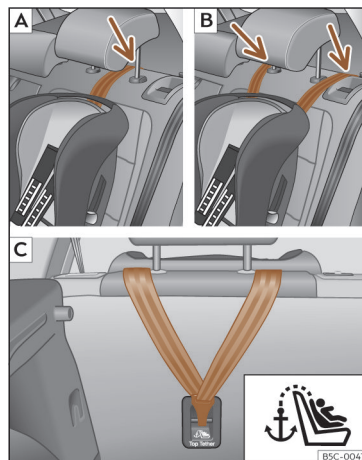
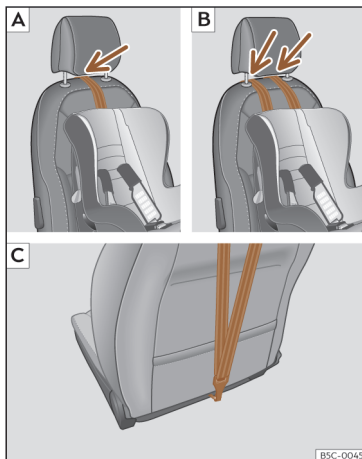

Fig. 29 Bancos traseiros: ajuste e montagem em função do cinto Top Tether.
Fig. 30 Banco dianteiro do passageiro: ajuste e montagem em função do cinto Top Tether.
pria cadeira, levante ou retire o encosto de cabeça se for necessário)»» **Fig. 29** [A]/[B], »» **Fig. 30** [A]/[B].
- Deslize a correia e fixe-a corretamente com a fixação da parte posterior do encosto »» **Fig. 29** [C], »» **Fig. 30** [C].